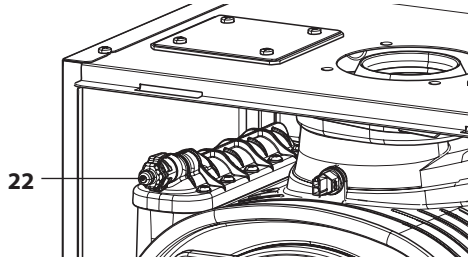

Figura 6.4
biatore primario condensante 22 in Figura 6.4 collegare un tubicino di scarico al portagomma per far defluire l'acqua in uscita.
- Riempire l'impianto di riscaldamento vedi sezione "Riempimento del circuito riscaldamento" a pagina 21 e richiudere il raccordo di sfogo scambiatore primario condensante 22 in Figura 6.4 quando da quest'ultimo inizia ad uscire acqua.